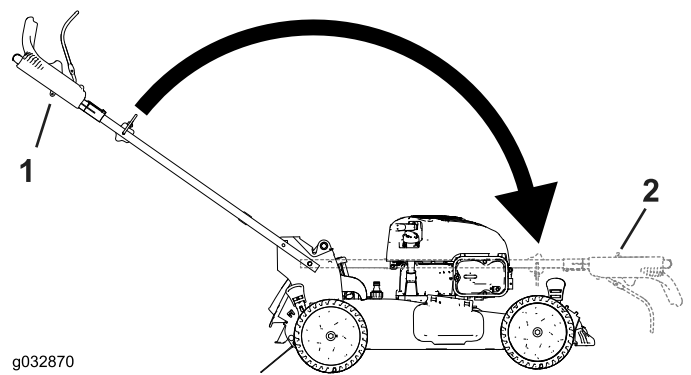

**Figure 26**
1. Retirez le bouton du démarreur électrique (Figure 26).